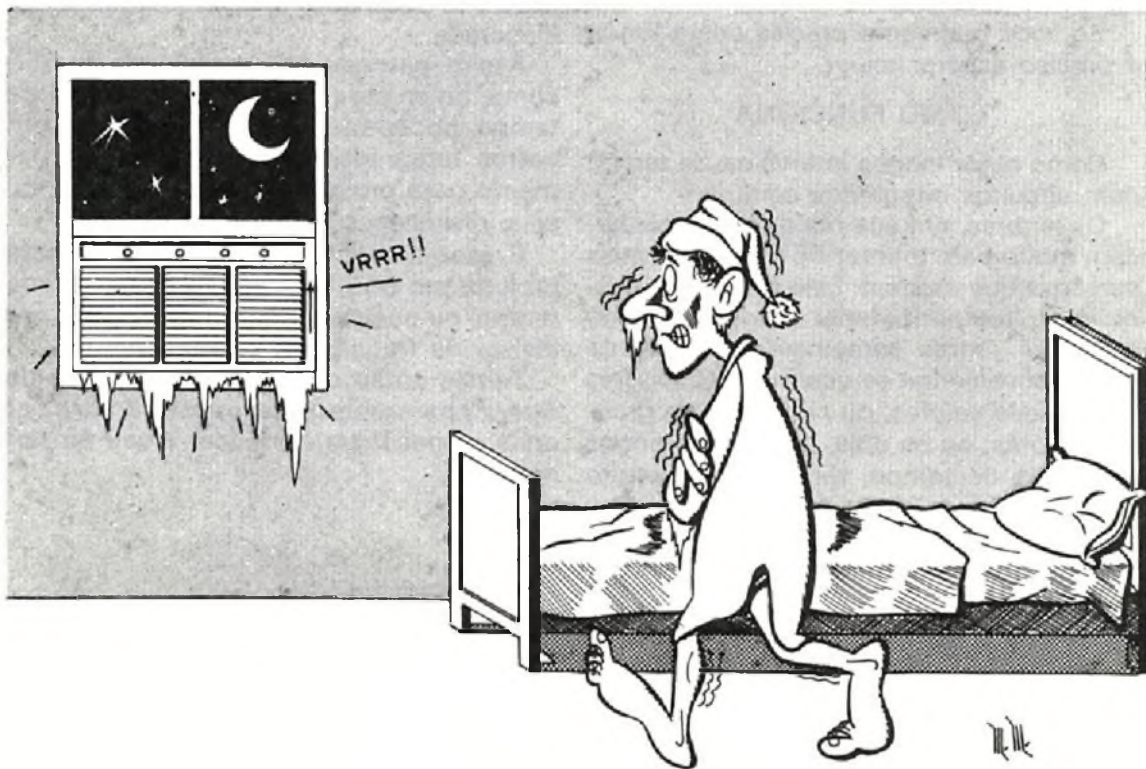

FIGURA 1
- Se você costuma ligar eletrodomésticos em seu quarto antes de dormir, como ventiladores, condicionadores ar ou rádios de cabeceira e os esquece completamente, um aparelho deste tipo evitaria não só o gasto de energia como também o incômodo de você ter de se levantar de madrugada (eventualmente gelado) para desligá-los (figura 1).